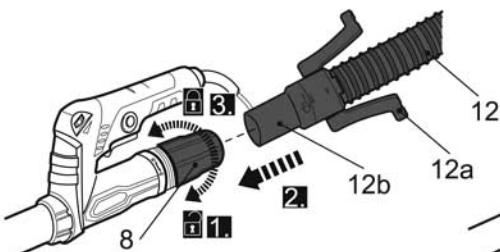

Рис. 6
- > Возьмитесь за уголок наждачной бумаги (15) и отлепите от плиты основания (10b) (Рис. 6).